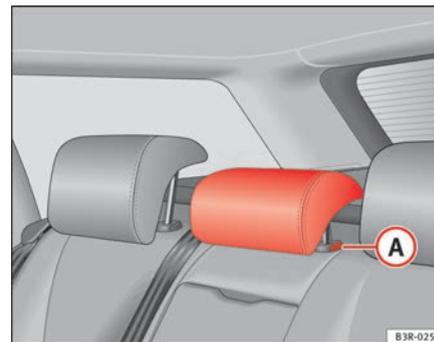

Fig. 114 Place centrale du siège arrière : Appui-tête
- Appuyez sur la touche **A** ⇒ fig. 114 et baissez l'appui-tête.
- Appuyez sur la touche **A** ⇒ fig. 114 et extrayez en même temps l'appui-tête. ►